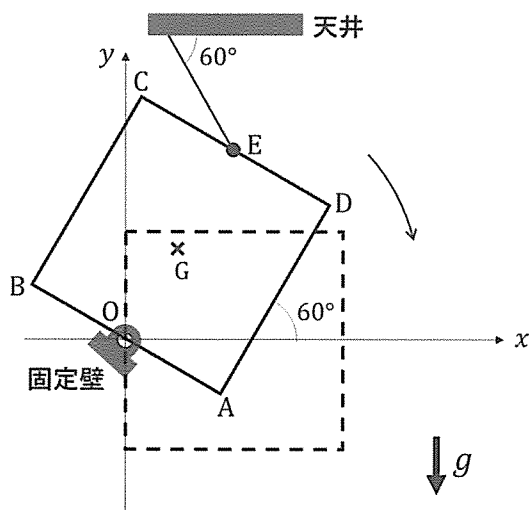

図 1
- (6) 剛体 ABCD が 60° 回転した図 1 の点線の位置での重心 G の速度成分 (v_x, v_y) と加速度成分 (a_x, a_y) を求めよ。 I_O を用いてもよい。